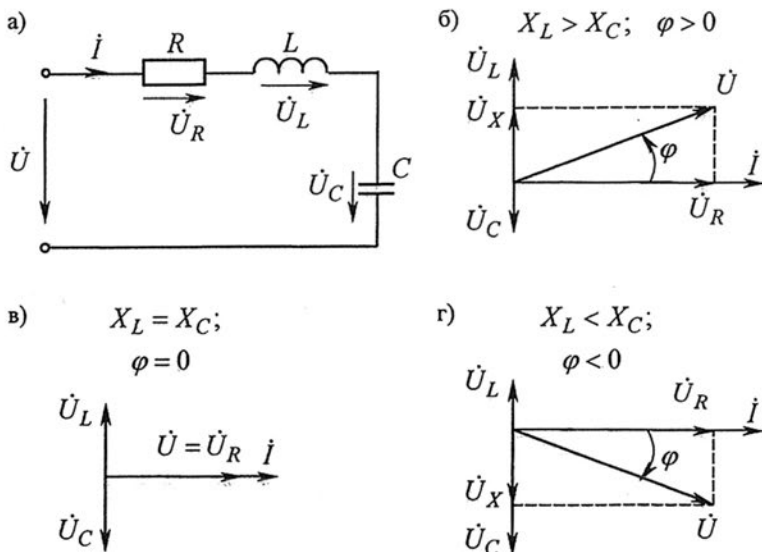

Рис. 1.11
Определить по векторной диаграмме входное напряжение цепи (рис. 1.11а) для трех случаев:
В общем случае для цепи рис. 1.11а имеем с учетом второго закона Кирхгофа:
1)  $X_L > X_C$  (рис. 1.11б)
2)  $X_L < X_C$  (рис. 1.11г)
3)  $X_L = X_C$  (рис. 1.11в)